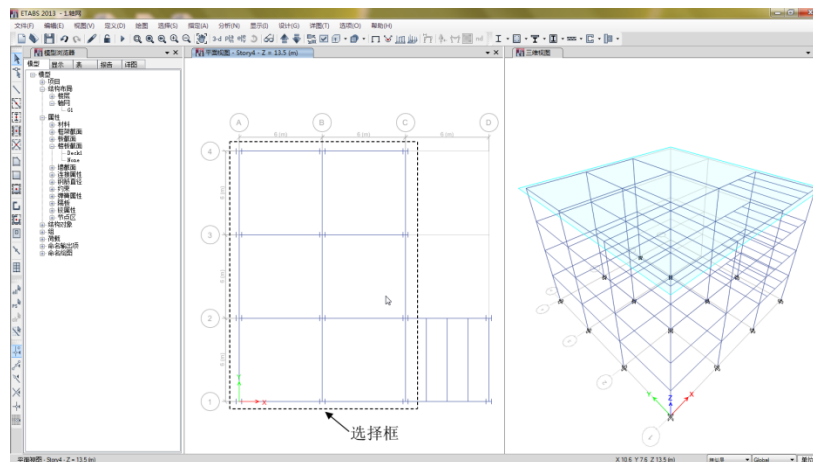

图 3-22 “框选”方式绘制次梁
7. 通过“框选”方式，一次绘制其余次梁，如图 3-22 所示。